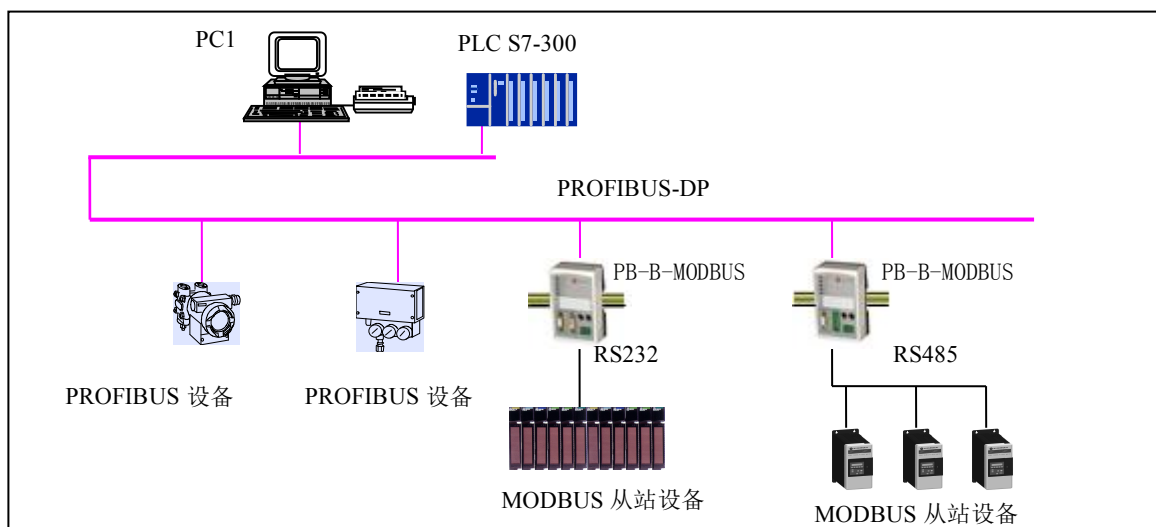

图 1-2 PB-B-MODBUS/V3x 做主站
(1) PB-B-MODBUS 接口在 PROFIBUS 侧是一个 PROFIBUS-DP 从站，在 MODBUS 一侧是 MODBUS 主站；接口通过 PROFIBUS 通信数据区和 MODBUS 数据区的数据映射实现 PROFIBUS 和 MODBUS 的数据透明通信。如图 1-2：
上图 1-2 中，接口 PB-B-MODBUS 在 PROFIBUS 一侧是 DP 从站，在 MODBUS 设备一侧是主站，通过 RS232/485 接口连接到 MODBUS 从站设备上。